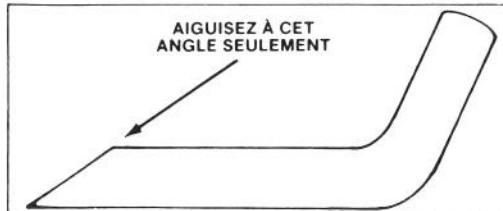

Figure 24
6. AIGUISAGE DE LA LAME — A l'aide d'une lime, aiguissez le tranchant aux deux extrémités de la lame (Fig. 24). La lame restera équilibrée si vous enlevez la même quantité de métal des deux extrémités de la lame.